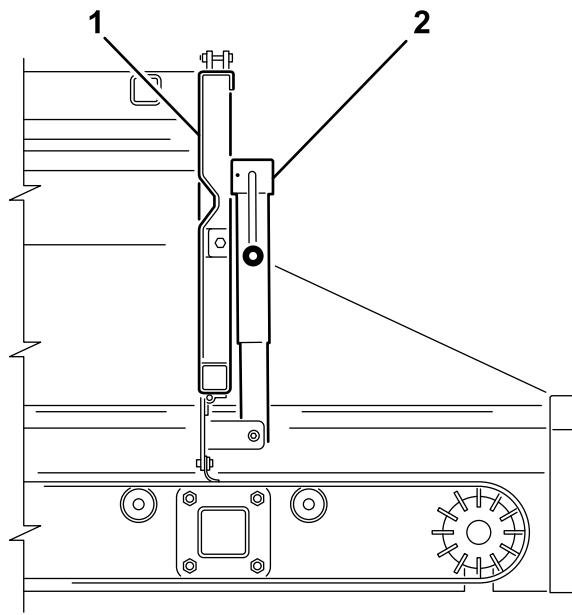
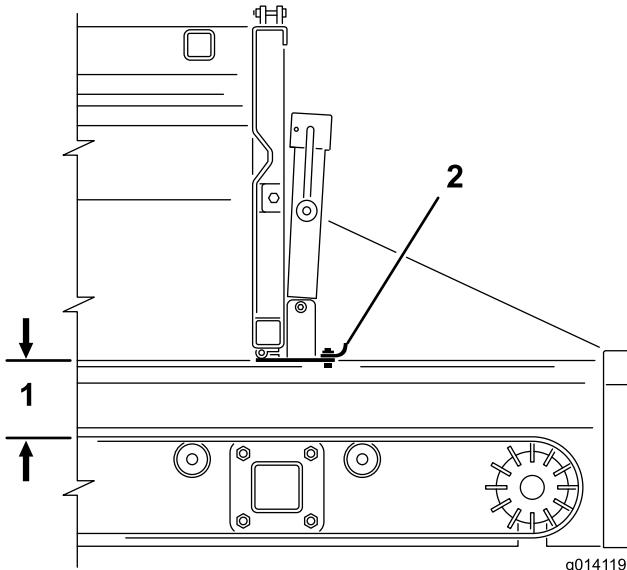

Figura 27
Figura 28
2. Usate la manovella del cavalletto per aprire o chiudere la sezione regolabile della sponda posteriore (Figura 27 e Figura 28). Questo limita il flusso dei materiali quando si utilizza un accessorio.